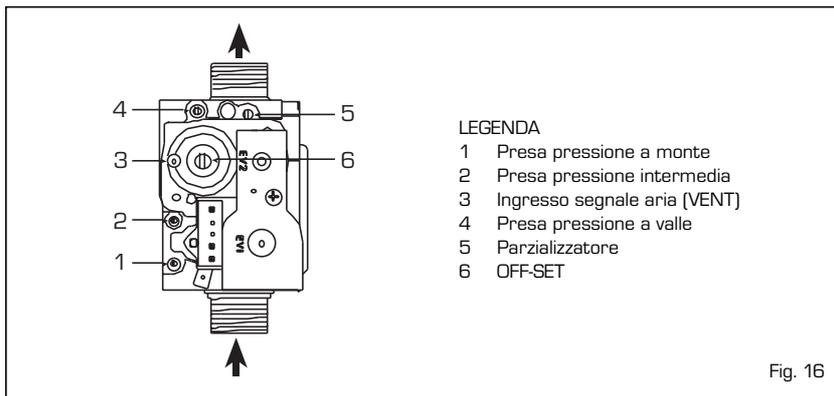

Fig. 16
La caldaia è prodotta di serie con valvola gas modello SIT 848 SIGMA (fig. 16).
- 3) Ricercare i valori di CO₂ alla potenza max riportati di seguito agendo sul parzializzatore (5 fig. 16):
- 5) Ricercare i valori di CO₂ alla potenza min riportati di seguito, agendo sulla vite regolazione OFF-SET (6 fig. 16):